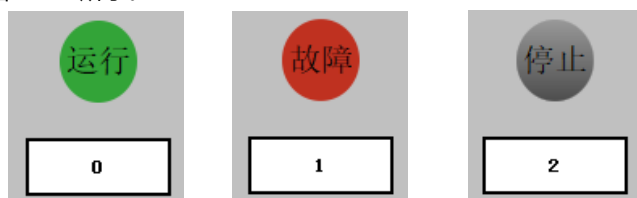

图 3.3-7 动画显示运行效果
- ⑩ 设置完动画显示构件后，我们还需要组态一个输入框，用它来模拟设置变量【设备显示】的值。
- ⑪ 在画面中插入一个输入框构件，关联它的【操作属性】——【对应数据对象名称】为变量【设备显示】。
- ⑫ 保存工程后，下载工程，然后启动运行。在【输入框】构件中，依次输入 0、1、2。可以看到，【动画显示】构件的状态发生相应变化。如图 3.3-7 所示。